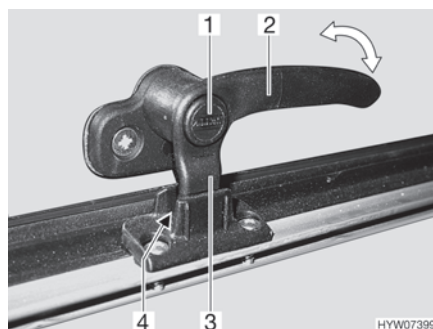
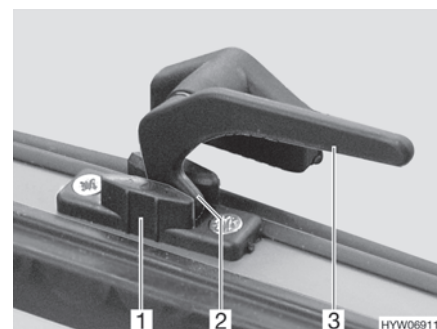

Fig. 90 Leva di serraggio con bottone di sicurezza in posizione "Aerazione continua"
Fig. 91 Leva di serraggio in posizione "Aerazione continua"
- In posizione di "Aerazione continua" (Fig. 90 e Fig. 91)
- Se presente, premere e tenere premuto il bottone di sicurezza (Fig. 90,1).
- Ruotare tutte le leve di serraggio (Fig. 90,2 o Fig. 91,3) di un quarto di giro verso il centro dell'oblò.
- Girare nuovamente all'indietro tutte le leve di serraggio. Contemporaneamente riportare il nasello di chiusura (Fig. 90,3 o Fig. 91,2) nella rientranza del bloccaggio dell'oblò (Fig. 90,4 o Fig. 91,1).